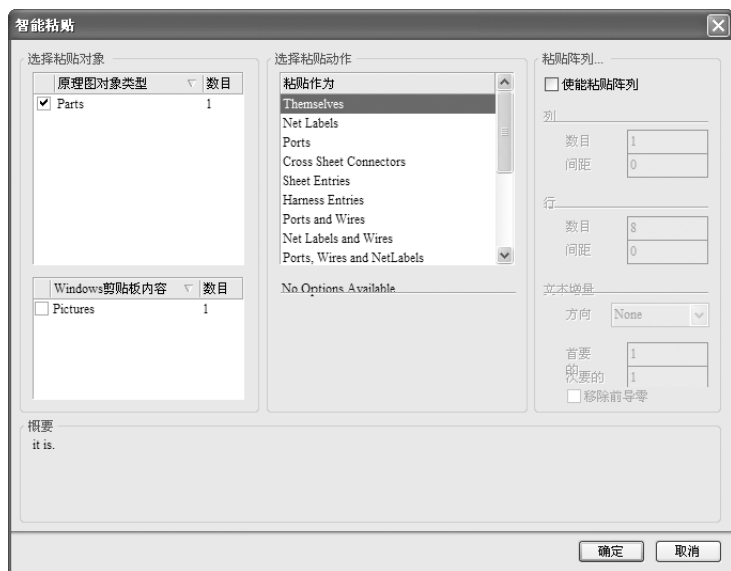

图 6-1 “智能粘贴”对话框
- 2) 选择菜单栏中的“编辑”→“灵巧粘贴”命令，系统将弹出如图 6-1 所示的“智能粘贴”对话框。